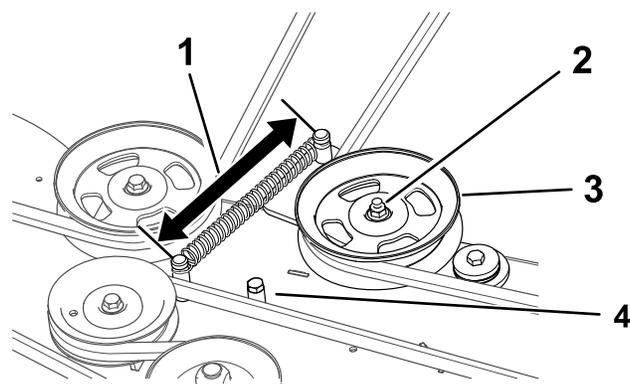

Figura 54
- Afloje la tuerca en la polea tensora (Figura 54).
Si la longitud del muelle es inferior a 15,2 cm o si el brazo de la polea tensora entra en contacto con el tope tensor mostrado en la Figura 54, ajuste el brazo de la polea tensora.
6. Apriete la tuerca (Figura 54).